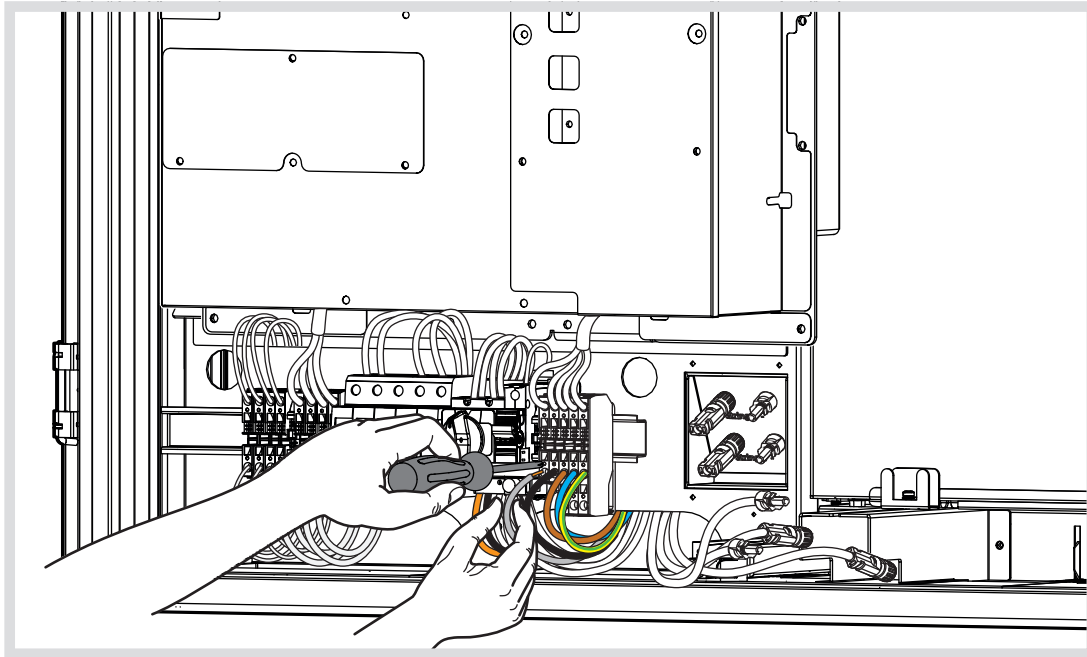

Bild 28: Anschluss Netzleitung
- Die Leiter mit einem Schlitzschraubendreher an die Reihensteckklemmen im Energiespeichersystem anschließen (Bild 28).